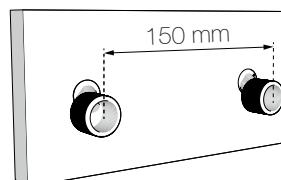

Figura 3 / Figure 3
- 3- Roscar los racores excéntricos (A) a los orificios de salida de agua situados en la pared, utilizando cinta de teflón para asegurar una correcta estanquidad, y ajustarlos hasta que la distancia entre las roscas esté a los 150 mm. necesarios para su conexión al mezclador (Figura 3).
- 4- Sobre los racores excéntricos (A), colocar los florones (D) y atornillar el mezclador a través de las tuercas (B), utilizando algún medio apropiado para no rayarlas y asegurándose de alojar las dos arandelas de goma (C) necesarias para obtener una buena estanquedad.